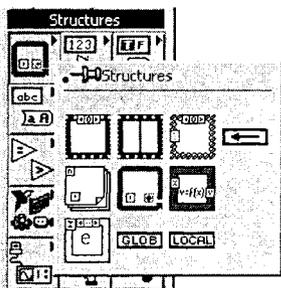

Рис. 7.1
**While**), оператору импликации (**if then else**). Вызвать любую структуру можно из палитры **Functions** ⇒ **Structures** (рис. 7.1).